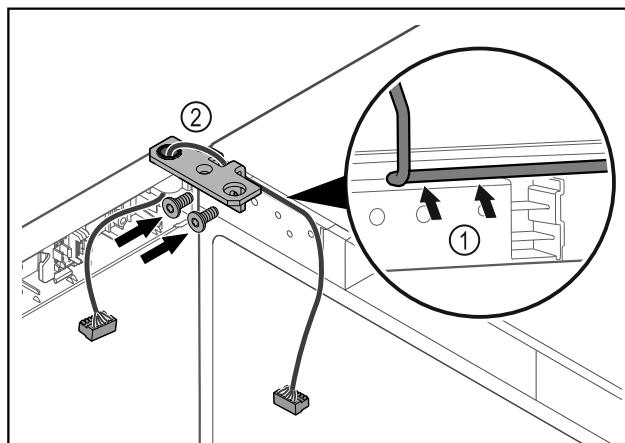

Fig. 62
- Prevlečte kábel cez vybranie uholníka závesu a opatrne ho položte Fig. 62 (1).
- Naskrutkujte uholník závesu Fig. 62 (2).